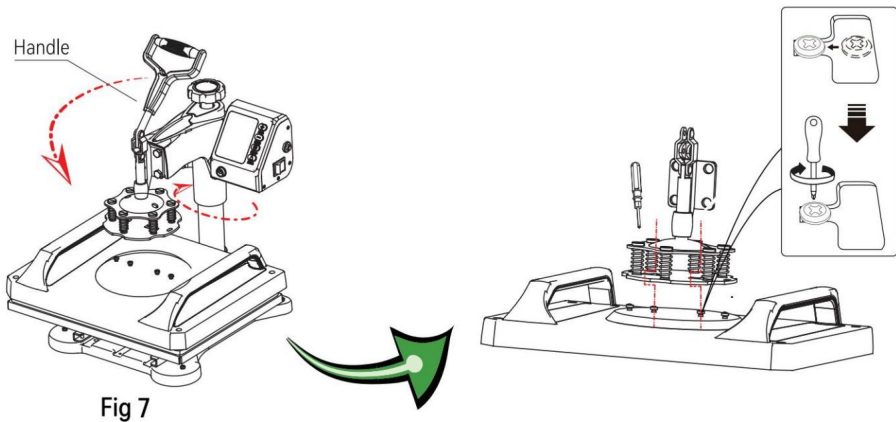

Fig 7
7. Faites pivoter la tête vers sa position d'origine et appuyez doucement sur la poignée pour que le capuchon de la vis à tête bombée au-dessus du plateau de pression s'enclenche dans la fente, puis verrouillez-le en place avec un tournevis (comme indiqué sur la figure 7).